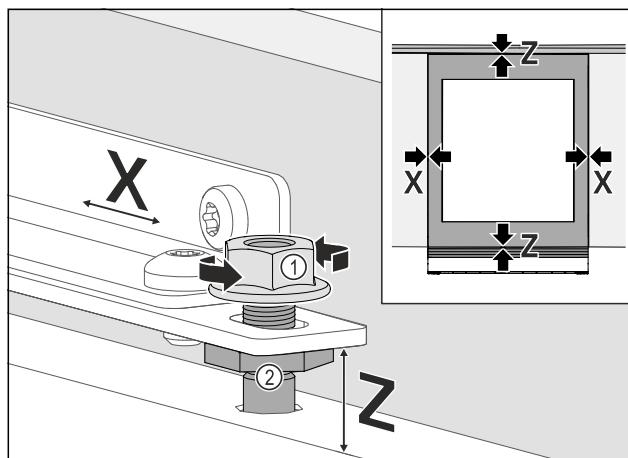

Fig. 94
- ▶ Bočno poravnajte vrata namještaja: Otpustite protumaticu Fig. 94 (1), pomaknite vrata namještaja u smjeru X.
- ▶ Pritegnite protumatic Fig. 94 (1).
- ▶ Poravnajte vrata namještaja na visini z i u bočnom nagibu: Namjestite svornjake za namještanje Fig. 94 (2).